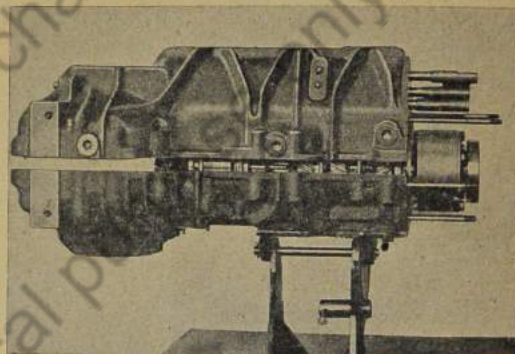

Bild 414: Linke Gehäusehälfte auf die rechte aufsetzen und verschrauben
17. Planflächen der rechten Gehäusehälfte mit Dichtmasse bestreichen. Linke Gehäusehälfte aufsetzen und durch leichte Holzhammerschläge in die Lagerung einschlagen. Beide Gehäusehälften zusammenschrauben. (20 Muttern, Spannringe) (Bild 414).